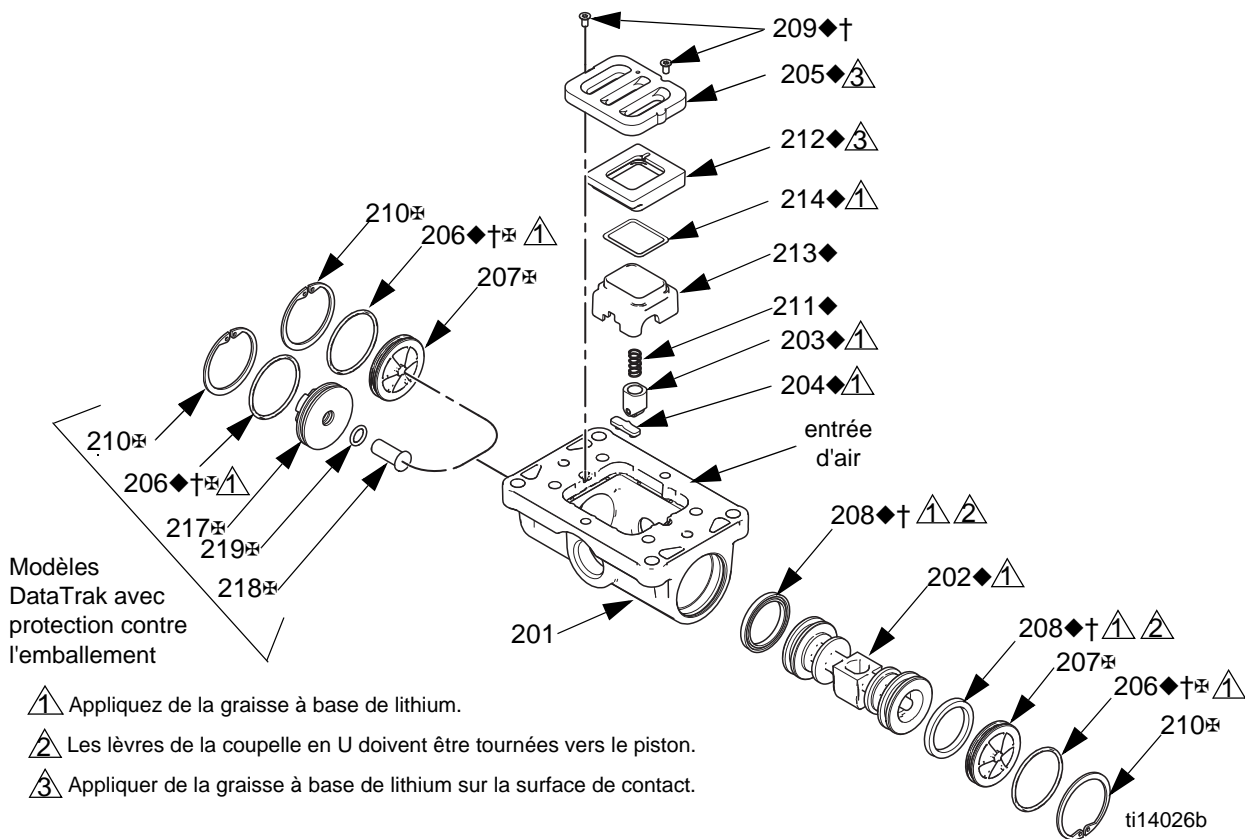

FIG. 4. Montage de la vanne d'air
2. Consultez FIG. 4. Utilisez un tournevis Torx (T8 pour les centres en aluminium, T9 pour ceux en plastique) pour retirer deux vis (209). Retirez la plaque de la vanne (205), l'ensemble du réservoir intégré (212-214), le ressort (211) et l'ensemble de détente (203).
3. Retirez la coupelle (213) de la base (212). Retirez le joint torique (214) de la coupelle.
4. Consultez FIG. 4. Retirez l'anneau de retenue (210) de chaque extrémité de la vanne d'air. Employez le piston (202) pour pousser les plaques de blocage (207, 217) hors des extrémités. Enlevez les joints toriques (206) des bouchons. Si la pompe est équipée d'un solénoïde de protection contre l'emballement, retirez aussi le bouton d'ouverture du solénoïde (218) et le joint torique (219).
5. Retirez les joints en coupelle (208) de chaque extrémité du piston (202), puis retirez le piston. Retirez la came de détente (204) du boîtier (201) de la vanne d'air.